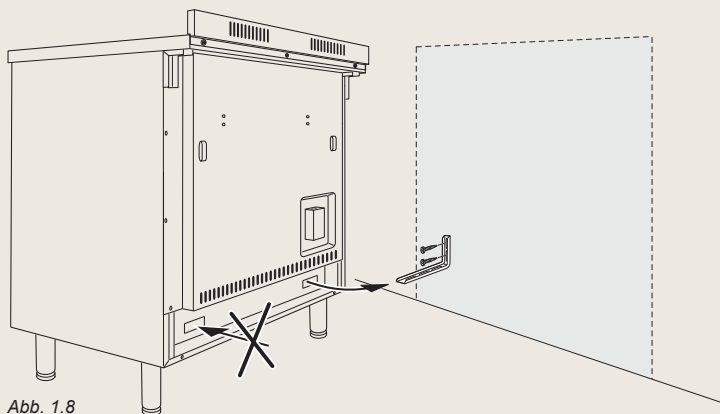

Abb. 1.8
1. Nachdem Sie sichergestellt haben, wo der Herd positioniert wird, markieren Sie an der Wand die Stellen, an denen die 2 Schrauben der Anti-Kipp-Halterung angebracht werden müssen. Bitte folgen Sie den Anweisungen der Abbildung 1.8.
4. Stellen Sie den Herd an die Wand und passen Sie die Höhe der Anti-Kipp-Halterung so an, dass sie an der Rückseite des Herds einrasten kann, siehe Abbildung 1.8.